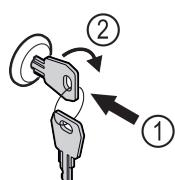

Fig. 192
- Πιέστε μέσα το κλειδί Fig. 192 (1).
- Περιστρέψτε το κλειδί 90° δεξιόστροφα Fig. 192 (2).